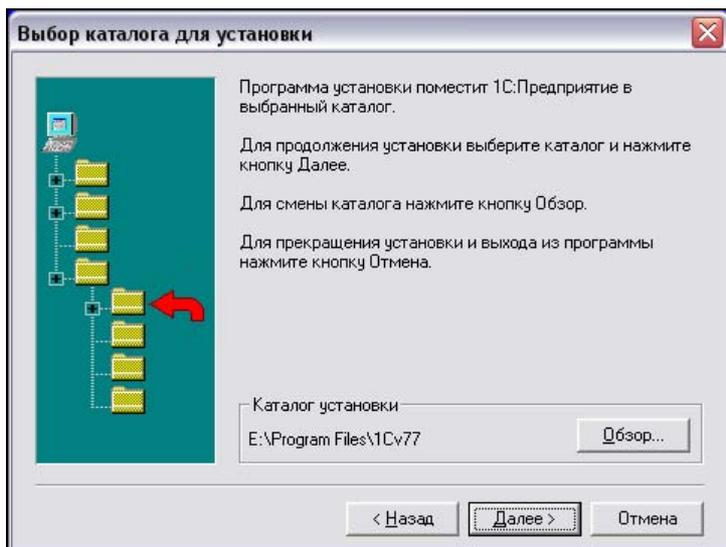

Рис. 1.5. Окно Выбор каталога для установки
8. Далее можно выбрать каталог установки программы (рис. 1.5). По умолчанию установка производится в каталог **Program Files** системного диска, но с помощью кнопки **Обзор** можно выбрать другой путь установки.